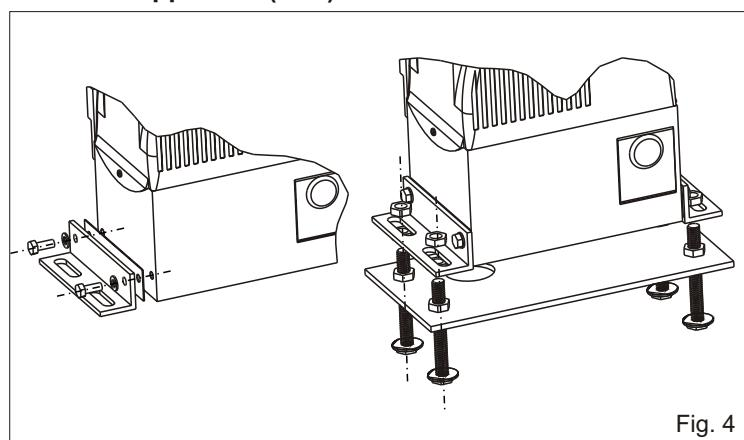
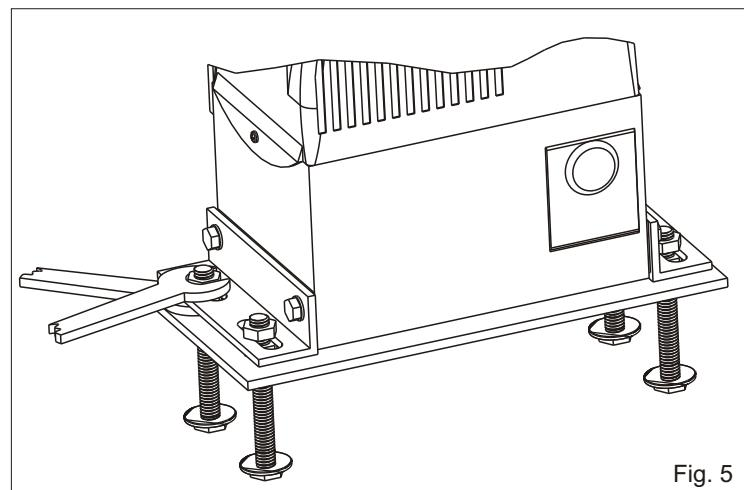

Fig. 4
Fig. 5
4.1. Fixer au motoréducteur les cornières de fixation latérales avec les vis fournies (Fig.4).
4.2. Fixer le motoréducteur à la plaque de fondation en réglant la position latérale et son hauteur (Fig. 4 - Fig. 5) en respectant les cotés cités dans Fig. 2.